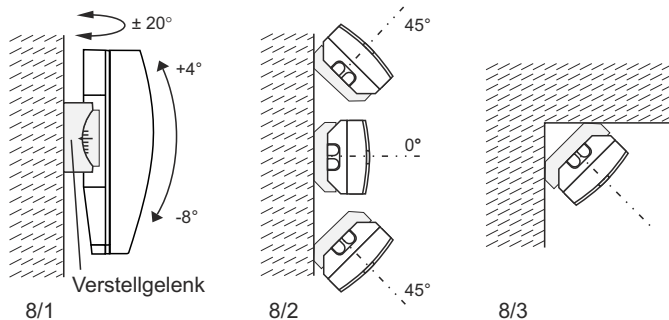

Abb. 8
- Wandmontage (Abb. 8/1)
- 45° horizontal nach links oder rechts (Abb. 8/2)
- Eckmontage (Abb. 8/3)